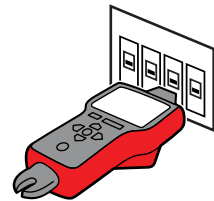

Abbildung 3.5b
- a) Das Gerät startet automatisch im 1-<logo>-SCAN-Modus – siehe Abbildung 3.5b.